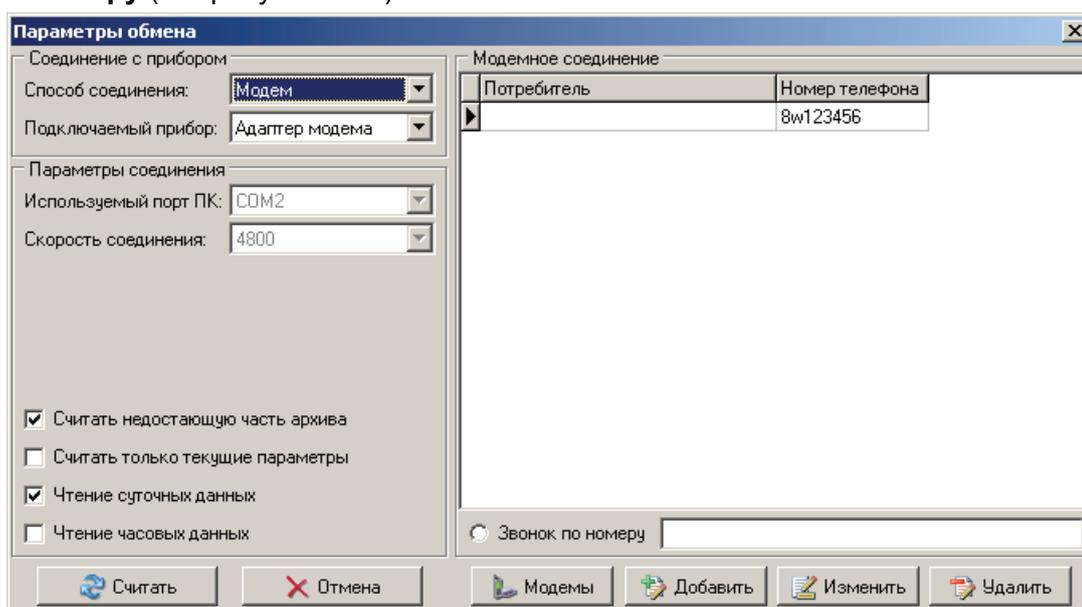
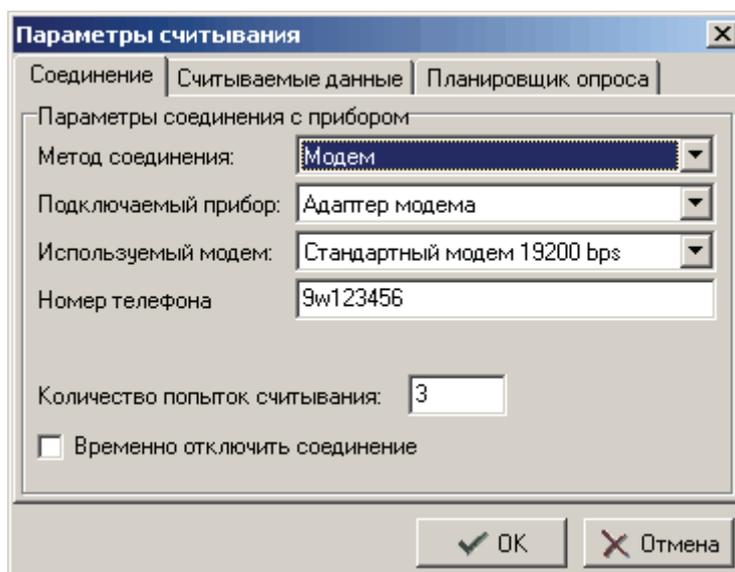

Рисунок 3.18
Рисунок 3.21
Если выбран метод соединения Модем, то необходимо в таблице **Модемное соединение** выбрать номер телефона для соединения с прибором или ввести номер телефона в поле **Звонок по номеру** (см. рисунок 3.18).
Кнопка **Добавить** (см. рисунок 3.18) служит для добавления модемного соединения в список и для вызова окна **Параметры считывания** (см. рисунок 3.21).
- Зкладка **Соединение** (рисунок 3.21) содержит параметры соединения (ниже приведены параметры для создания соединения через модем):